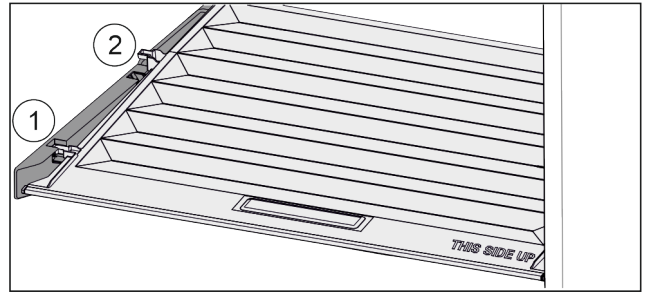

Fig. 80
- ▶ 将盖子向前拉 Fig. 80 (1)至定位件开口。
- ▶ 从下方抬起后端并向上将其移出 Fig. 80 (2)。